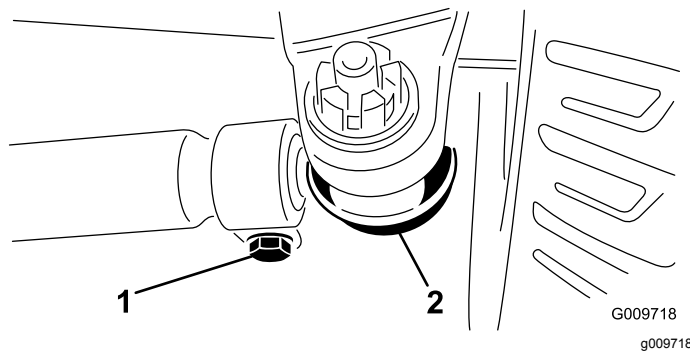

Рисунок 62
2. Для регулировки снимите шплинт и гайку с шаровой опоры тяги (**Рисунок 62**). Извлеките шаровую опору тяги из кронштейна на корпусе моста.
3. Ослабьте зажимы на обоих концах поперечных тяг (**Рисунок 62**).